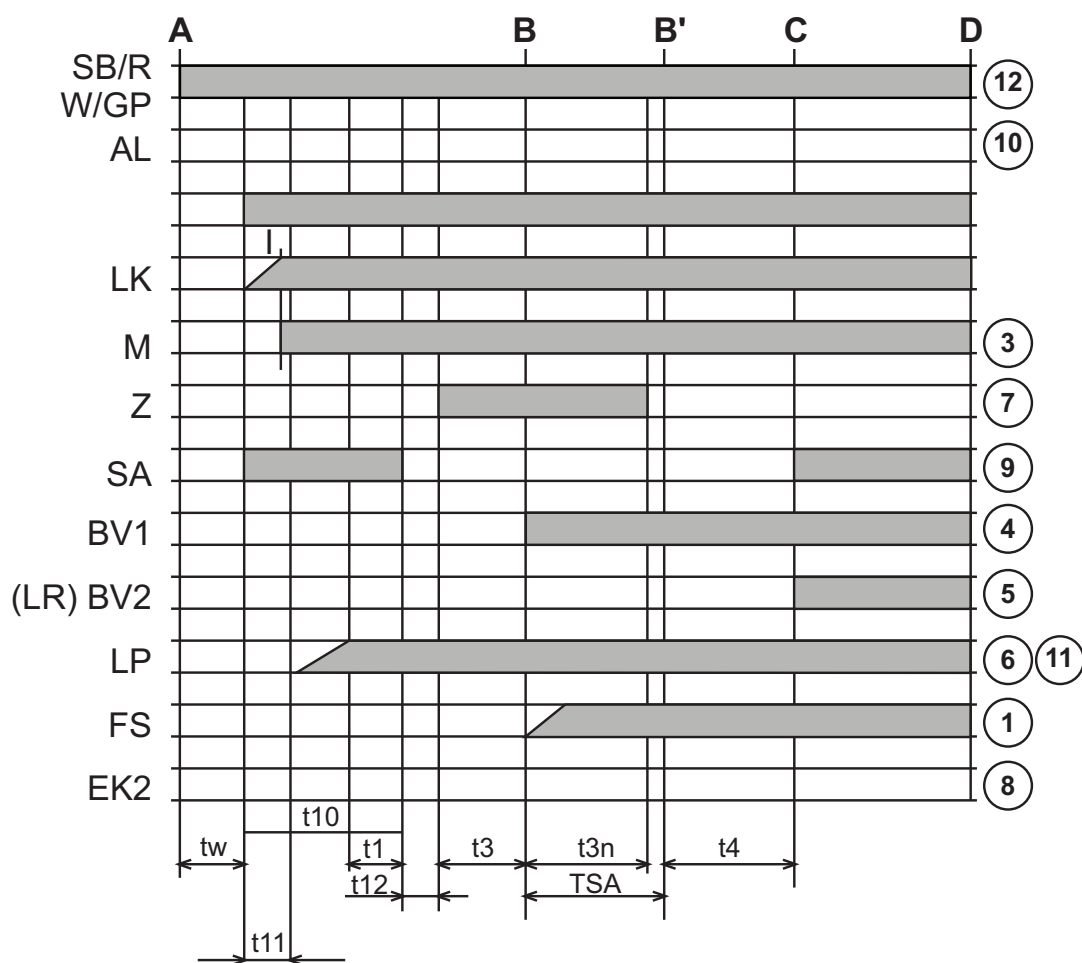

fig. 11
- Le fonctionnement démarre selon le diagramme donné en fig. 11.